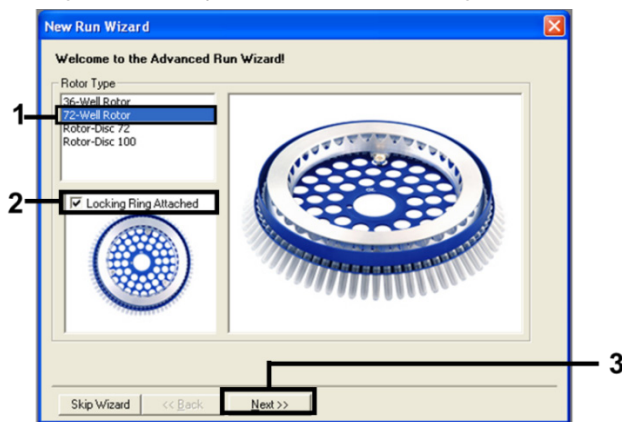

Figure 1. Boîte de dialogue « New Run Wizard » (Assistant nouveau cycle).
3. Sélectionner 72-Well Rotor (Rotor à 72 puits) comme type de rotor. Veiller à ce que la bague de verrouillage soit correctement fixé et cocher la case Locking Ring Attached (Bague de verrouillage fixée). Cliquer sur Next (Suivant) (figure 1).